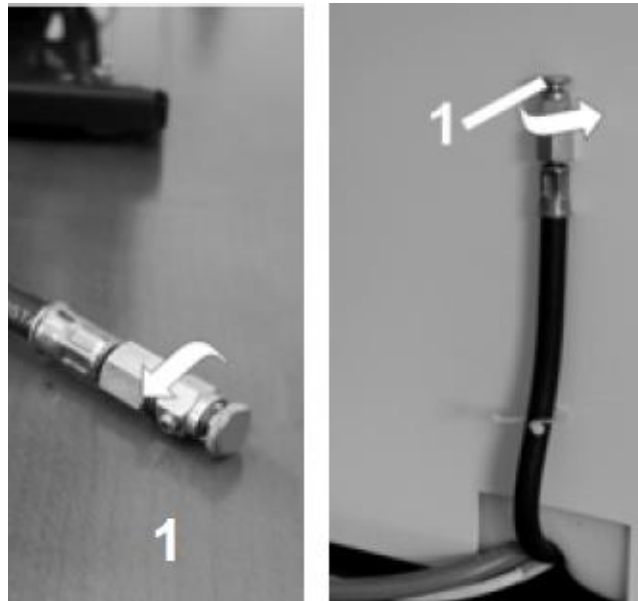

Abb. 16: Kondensatablassventil
- ◆ Nehmen Sie den Kompressor für 10 Minuten mit geöffnetem Kondensatablassventil (1) (Abb. 16:) in Betrieb.